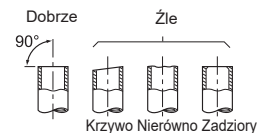

Fig. 2
- Jeśli wąż spustowy dostarczony z jednostką wewnętrzną jest zbyt krótki, należy go połączyć z węzłem spustowym (J) kupionym we własnym zakresie. (Fig. 2)